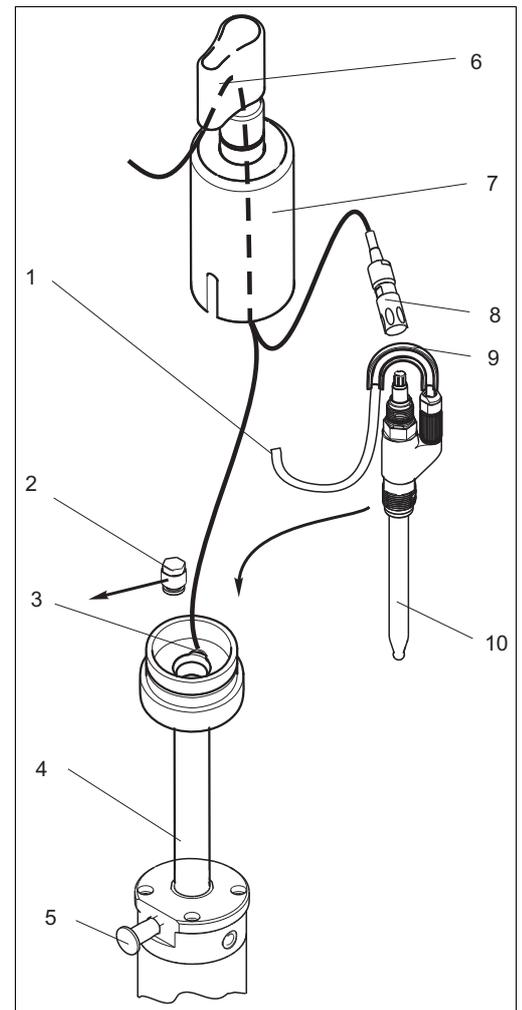

Fig. 16: Installazione del sensore a KCl liquido
3. Smontare il cappuccio di protezione contro gli spruzzi (→ Fig. 16, pos. 6) e quello del KCl (pos. 7), incl. il tubo di protezione, dall'armatura.
- In caso di misura di pH simmetrica: collegare il connettore PML (pos. 3)
7. Collegare il tubo di alimentazione dell'elettrolita (pos. 1) alla relativa connessione del sensore.
8. Applicare il supporto del tubo fornito (pos. 9) al tubo di alimentazione dell'elettrolita, direttamente sopra la connessione dell'elettrolita.